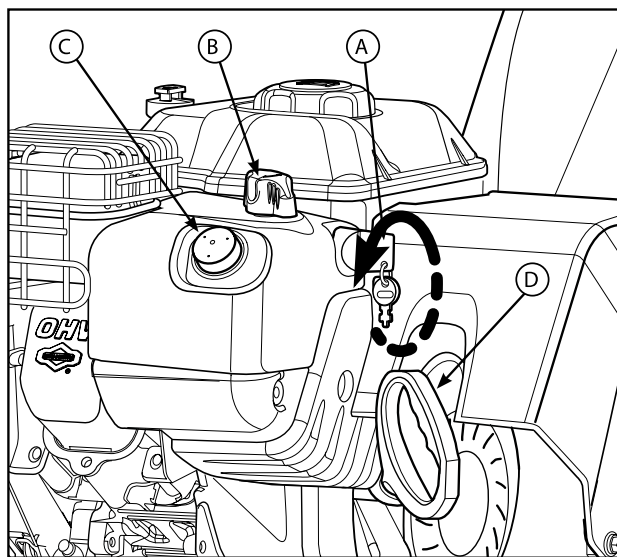

Рис. 5
3. Вставьте ключ ВКЛ/ВЫКЛ (А, рис. 5) и поверните его в положение ВКЛ, либо вставьте ключ зажигания (в зависимости от комплектации).
6. Ручной старт: Крепко возьмитесь за рукоятку пускового троса (D, рис. 5). Медленно потяните за рукоятку, пока не почувствуете сопротивление и тогда дерните.